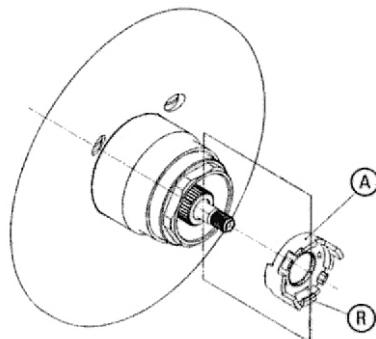

FIG. 5
(RING A FIG. 5)
(ANILLO A FIG. 5)
→ Rotate the spindle of the cartridge, aided by the use of the lever towards the hot side (anticlockwise), so that the external notches (R) on ring (A) correspond to the longitudinal axis of the body, then remove the ring (A) (fig. 5). You may use pliers to aid the removal of the ring (A).
→ Gire el eje del cartucho en sentido contrario a las agujas del reloj de manera que los dientes externos (R) del anillo (A) se encuentren en correspondencia con el tablero longitudinal del cuerpo, entonces retire el anillo (A) (fig. 5). Puede utilizar el alicate para remover el anillo (A).